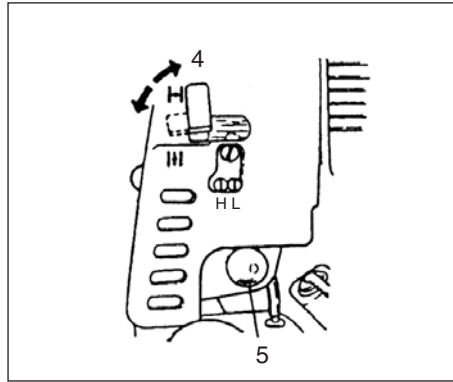

Fig.2-3
- \* Tryk flere gange på tipperbolden (5), så brændstoffet strømmer gennem returrørret (hvis enheden er udstyret med et sådant) (fig. 2-3).
3. Sæt chokeren i positionen CLOSED (4). (Fig. 2-3)